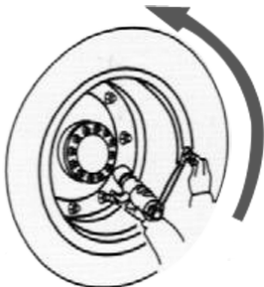

Fig. 1 – Sentido de rotação/Sentido de rotación
4. Gire a alavanca no sentido anti-horário para desapertar a porca; conforme **fig. 1**.
4. *Gire la palanca en el sentido anti horario para aflojar la tuerca, de acuerdo a la fig. 1;*